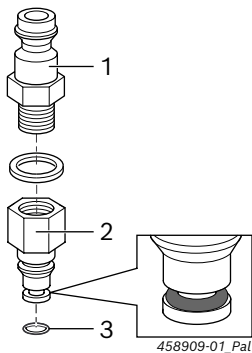

Fig. 2: Montering av returflödesadaptern 1 687 016 138
1. Skruva in och dra fast kopplingsnippeln (Fig. 2, pos. 1) med packningsringen (A10 x 13,5) i adaptern (Fig. 2, pos. 2).
2. Skjut in O-ringen (Fig. 2, pos. 3) i spåret.